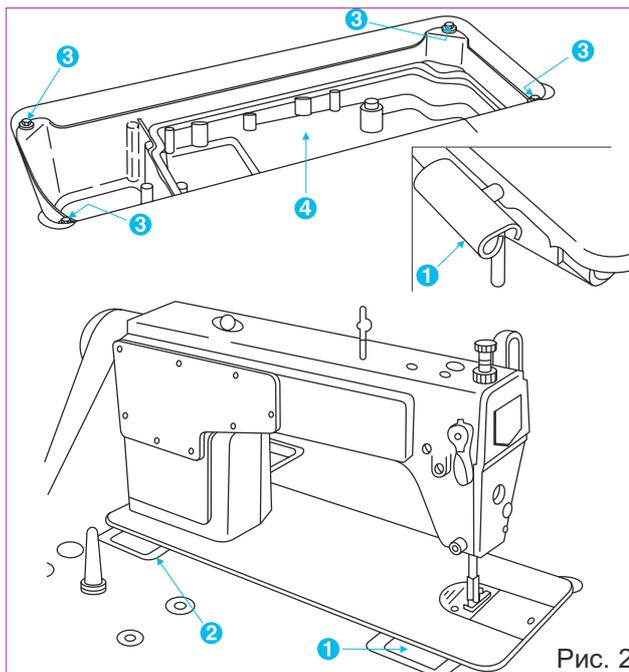

Рис. 2
3. Перед установкой машины на поддон (4) рис.2, вставьте два шарнира (1) в отверстия на задней стороне платформы машины и четыре резиновые подушечки (3) в угловые отверстия поддона (4). Установите машину на поддон (4) так, чтобы шарниры (1) встали в углубления амортизаторов (2).